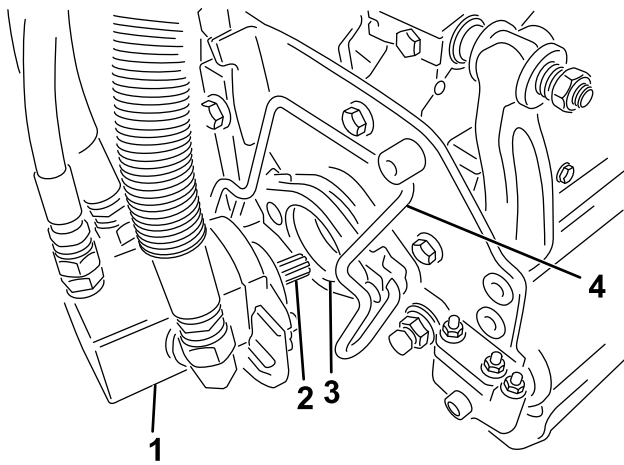

Figure 31
5. Enduisez de graisse propre l'arbre cannelé du moteur de plateau de coupe (Figure 31).
6. Insérez le moteur dans le côté gauche du plateau de coupe (vu de la position de l'utilisateur) et tirez la barre de retenue du moteur située sur le plateau de coupe vers le moteur jusqu'à ce qu'un déclic soit entendu des deux côtés du moteur (Figure 31).